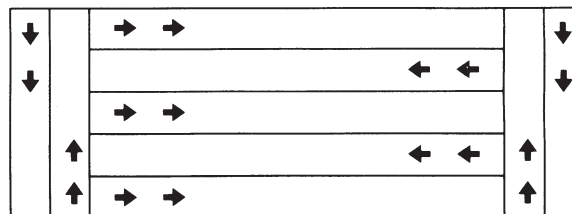

FIGURE 27
4. Pour faciliter au mieux l'application, appliquer d'abord le matériau aux deux extrémités de la zone. Deux ou trois passes de chaque côté sont suffisantes. Ensuite, appliquer le matériau en mouvement de va-et-vient comme indiqué. Utiliser les zones d'extrémité pour tourner, en arrêtant la répandeuse lorsqu'on entre dans les zones d'extrémité et en la remettant en marche lorsqu'on en sort pour effectuer la passe suivante. Voir la figure 27.